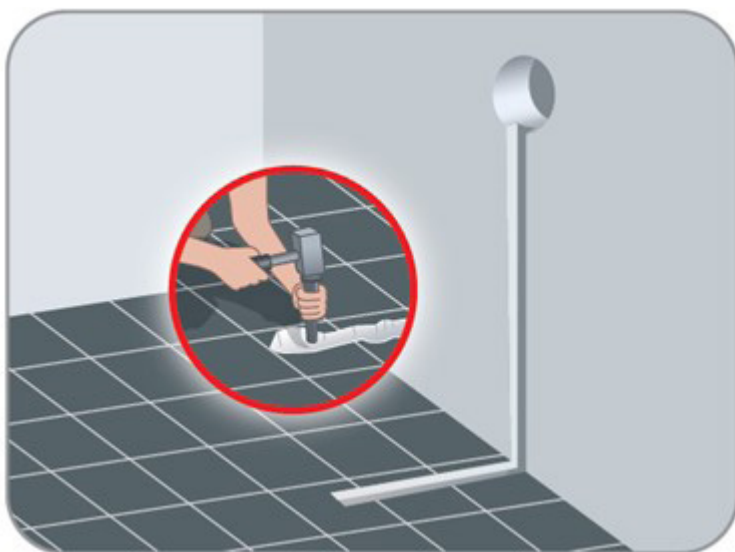
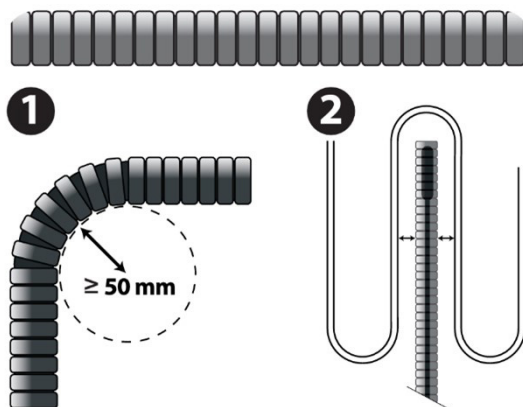
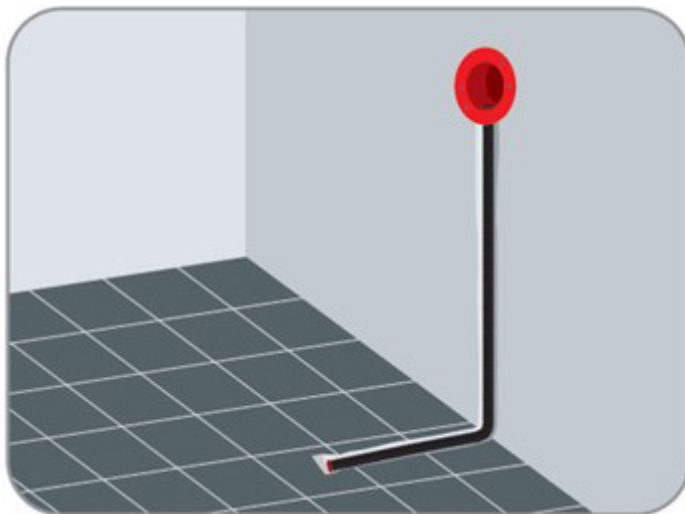

Bild 1 – kanal i golv och vägg med hål för eldosa
Bild 2 – lägsta böjradie för Flexpipe (1) och placering av Flexpipe mellan kabeln (2)
Bild 6 – Flexpipe installerat i väggen och golvet
1. Borra ett hål för eldosan med borsten eller hålsågen. Gör en kanal i golvet och väggen (bild 1) där Flexpipe som skyddar golvtemperaturgivaren ska placeras. Givaren ska vara placerad i mitten av kabel C-C-avståndet (bild 2 – punkt 2).
5. Installera Flexpipe i kanalen i golvet och väggen (bild 6). Rörets lägsta böjradie är 50 mm (bild 2 - punkt 1).